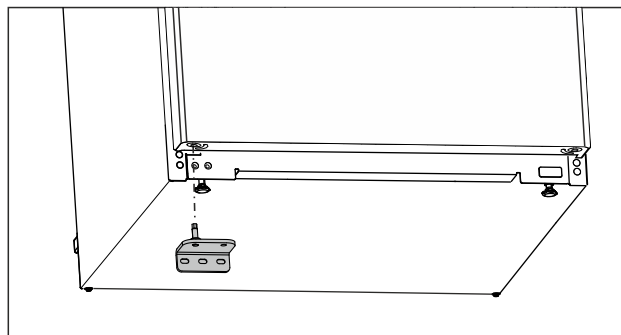

Fig. 17
- ▶ Inserire il blocco inferiore di supporto sul lato opposto. (vedere Fig. 17)